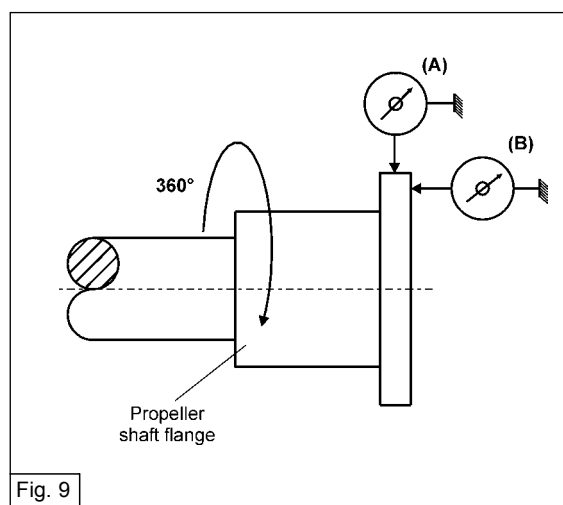

Fig. 9
Posizionare un comparatore (A) in modo che il tastatore sia radialmente in contatto con la flangia portaelica e un secondo comparatore (B) deve essere posizionato ortogonalmente alla faccia della flangia stessa, come mostrato in figura. (Fig.9)
Position a comparator (A) so that the feeler is radially in contact with the propeller shaft flange and a second comparator (B) must be positioned perpendicular to the face of the flange, as shown in the illustration. (Fig.9)